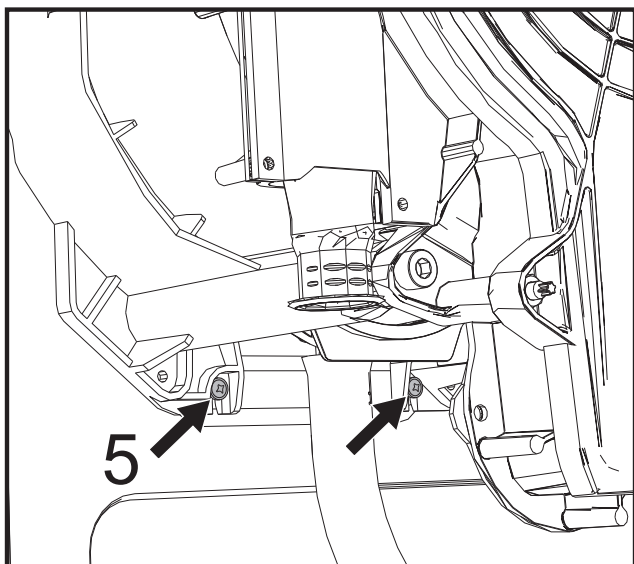

Abb. 48
- Die 2 **unteren Schrauben "5"**, mit denen der Wärmetauscher am Rahmen befestigt ist, lockern (abb. 48)